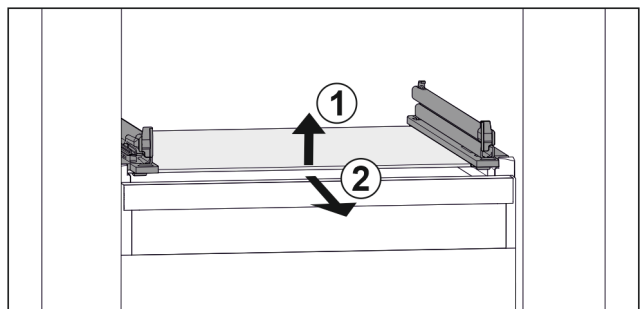

Fig. 97 Примерное отображение стеклнной пластины
- ▶ Приподнимите стеклнную пластину спереди. Fig. 97 (1)
- ▶ Извлеките стеклнную пластину движением вперед. Fig. 97 (2)